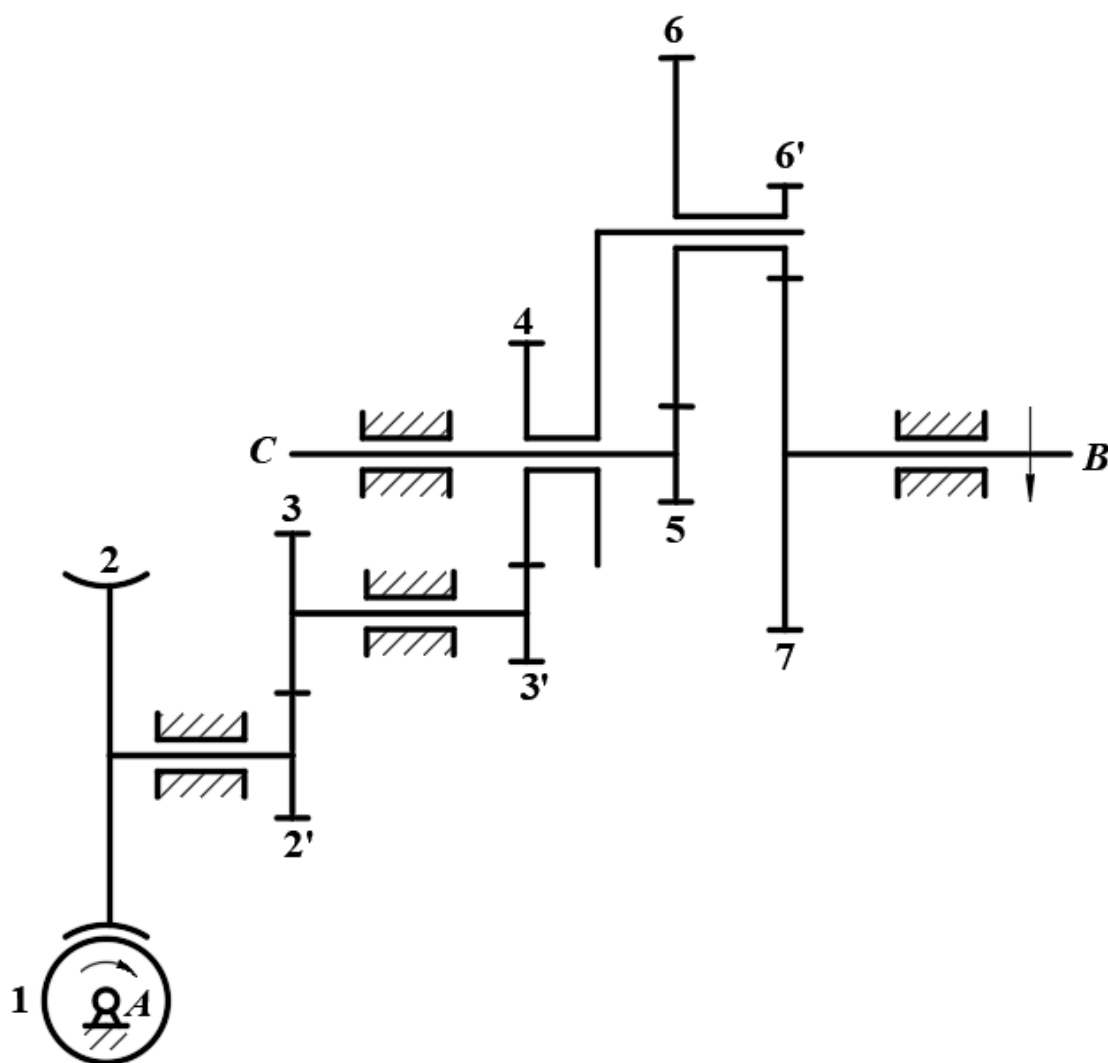

图 2.2
2.2 某传动装置如图 2.2 所示。已知：1 为单头右旋蜗杆，2 为蜗轮，其齿数 $z_2 = 50$ ，其余各齿轮均为直齿圆柱齿轮，其齿数分别为 $z_{2'} = 18$ ， $z_3 = 27$ ， $z_{3'} = 20$ ， $z_4 = 25$ ， $z_5 = 18$ ， $z_6 = 42$ ， $z_{6'} = 24$ ， $z_7 = 36$ 。各齿轮模数 $m = 2\text{mm}$ ，压力角 $\alpha = 20^\circ$ 。运动由蜗杆 1 输入，由齿轮 5 输出，其中轴 A 和轴 B 分别以 1500r/min 和 60r/min 的转速按图示方向转动。